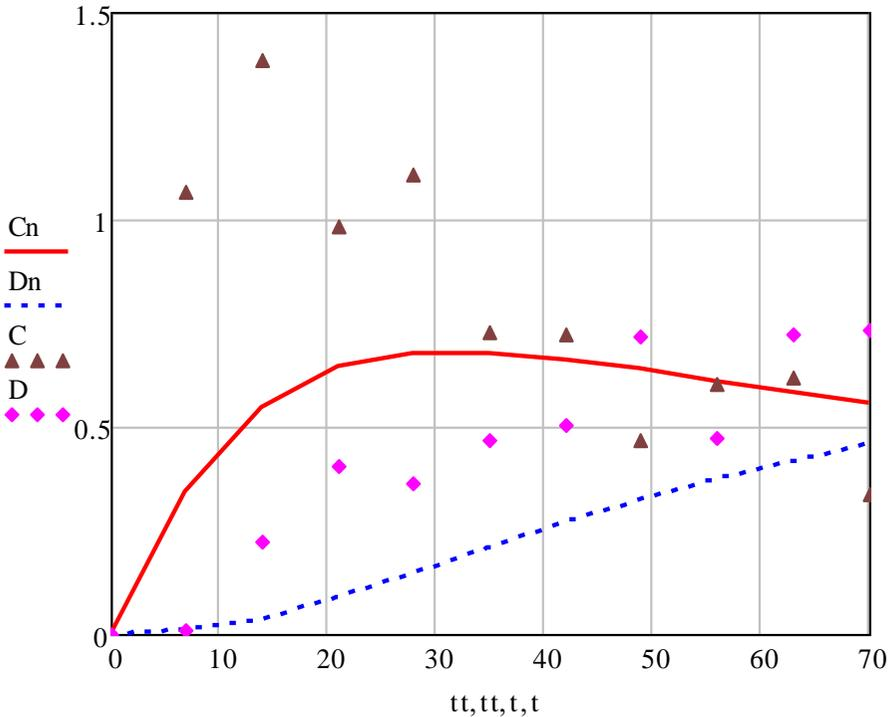

Рис. 14.8. Экспериментальные и расчетные данные
- Построить диаграмму и отформатировать ее согласно рис. 14.8.